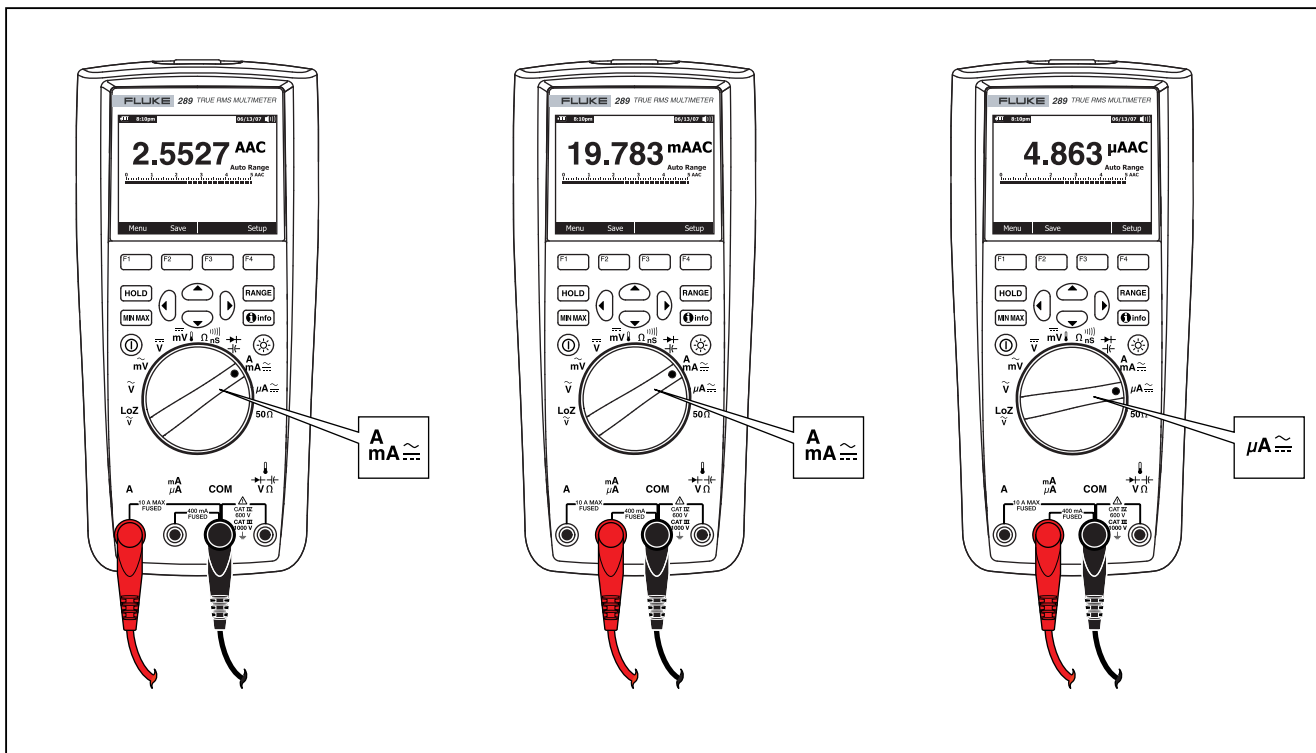

Рисунок 21. Настройка для измерения тока
3. Если используется клемма **A**, установите поворотный переключатель в $\overset{\text{A}}{\text{mA}} \approx$. Если используется клемма **mA/μA**, установите поворотный переключатель в положение $\overset{\text{mA}}{\mu\text{A}} \approx$ для токов ниже 5 000 μA (мкА) (5 мА) или в положение $\overset{\text{mA}}{\text{A}} \approx$ для токов выше 5 000 мкА. См. рисунок 21 для получения информации по подключениям испытательных концов и выбору функций. Обратитесь к разделу "Функция Input Alert" для получения информации по предупреждениям, которые использует измеритель, когда концы при измерении тока подключены неправильно.